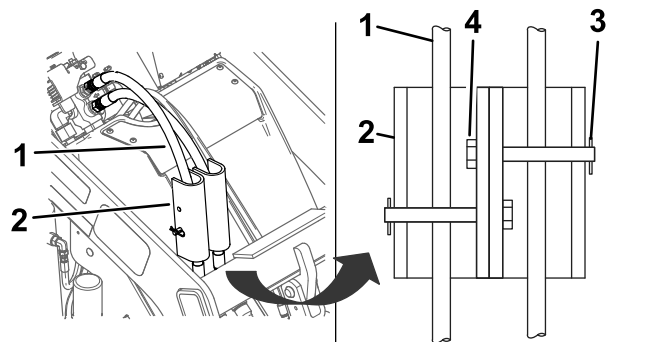

Figura 26
7. Instalati elementele de blocare cilindru peste furtunurile hidraulice și fixați-le cu tifturile cu cap și gaură pentru cui spintecat și culele spintecate (Figura 26).